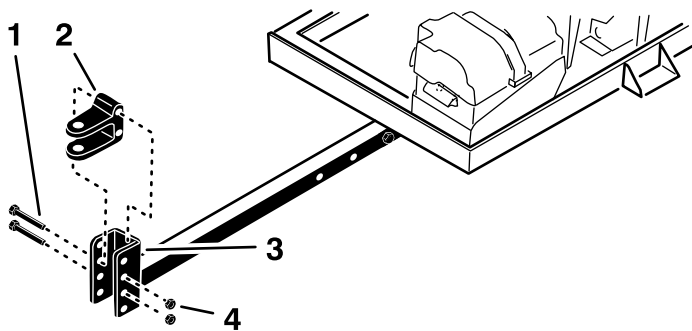

図 5
3. ヒッチクレビス 図 5 をヒッチチューブに固定しているボルト 2 本とロックナット 2 個を外す。
5. ボルト 2 本とロックナット 2 個でヒッチクレビスをヒッチチューブに取り付ける 図 5。